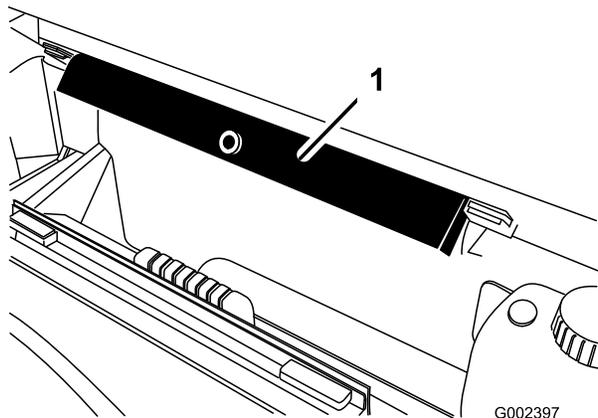

Рисунок 78
7. Выньте опору кузова из кронштейнов для хранения на задней стороне панели системы защиты при опрокидывании (**Рисунок 78**).